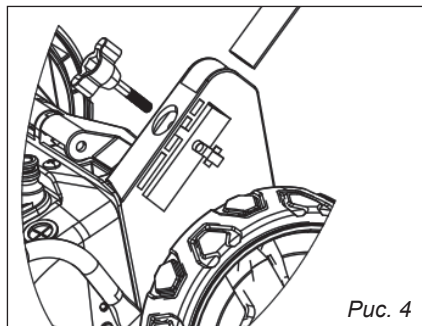

Рис. 4
3. Установите рукоятку управления и зафиксируйте с помощью болтов и гаек-«барашек» (рис. 4).